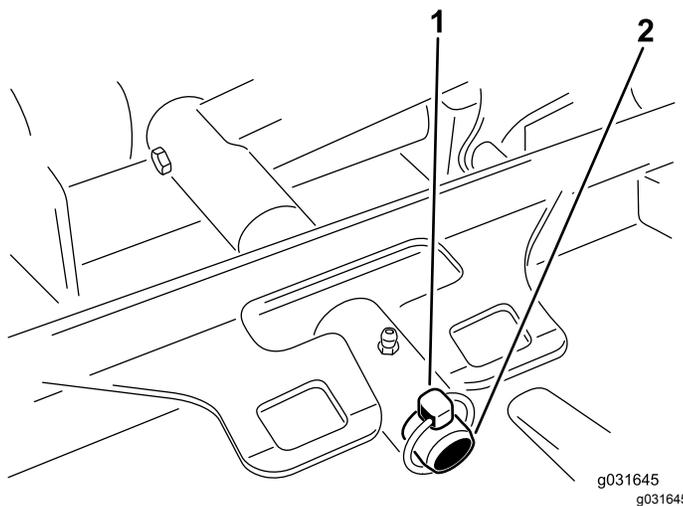

図 68
3. デッキのキャリアフレームを昇降アームのピボットピンに固定しているリンチピンまたはリテーナナットを外す **図 68**。
3. デッキのキャリアフレームを昇降アームのピボットピンに入れ、リンチピンとリテーナナットで固定する **図 68**。